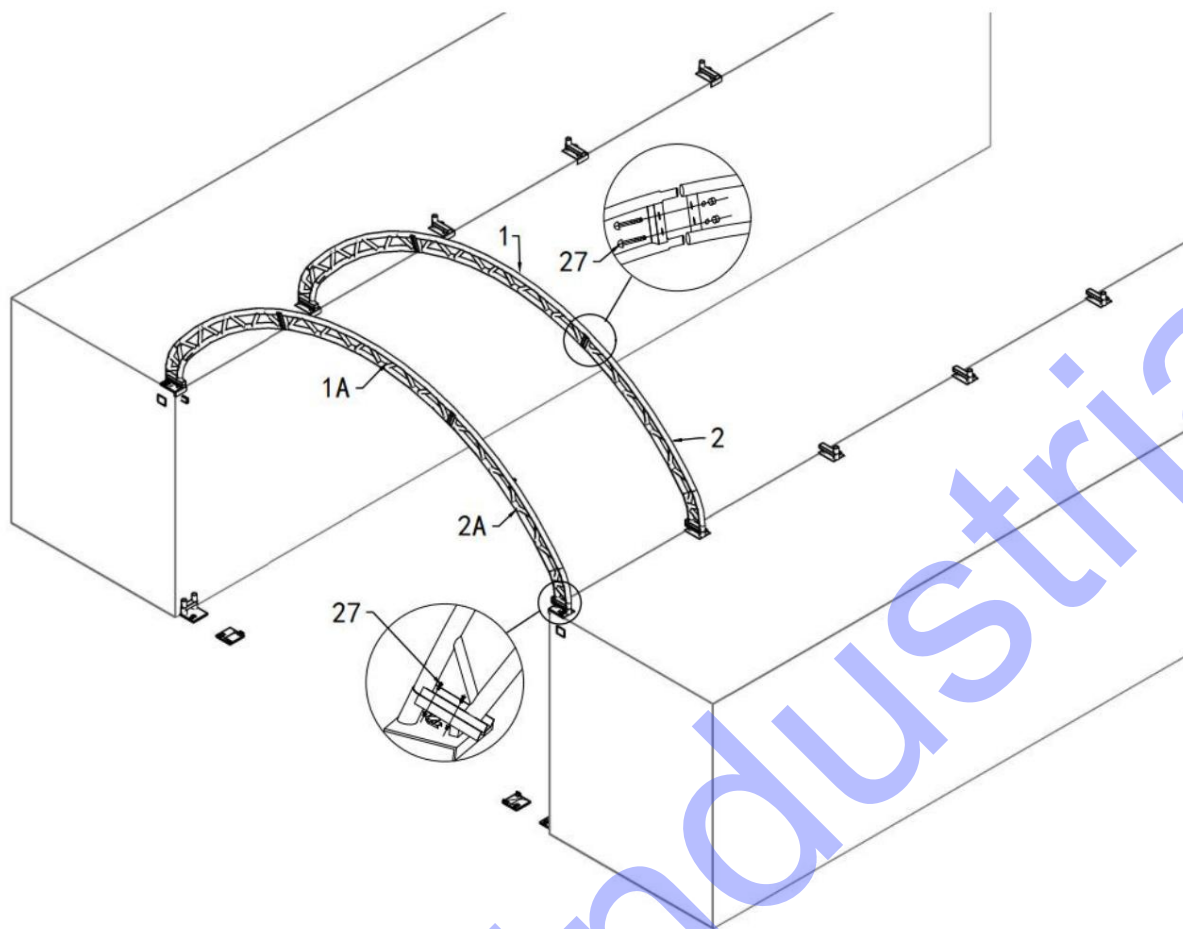

Figure 4
2. Comme indiqué sur la figure 4, relier les arches et les plaques de base avec un boulon M 12*30 mm (n° 27)
3. Comme illustré à la figure 4, après avoir installé les deux premiers arcs, fixez-y la panne de connexion n° 3 à l'aide d'un boulon de carrosserie n° 31 M8 x 60 mm. Installez ensuite le troisième arc dans le support de base et fixez les autres pannes. Procédez à l'assemblage une par une.